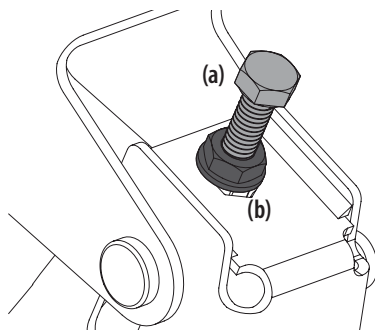

Figure 39
3. Localisez les boulons de réglage (a) à gauche et à droite du plateau. Consultez la Figure 39.
4. Desserrez, mais ne retirez pas, les contre-écrous (b) du boulon de réglage. Ajustez le boulon de réglage droit ou gauche vers le haut ou le bas, le cas échéant, jusqu'à ce que les hauteurs de chaque côté soient égales. Consultez la Figure 39.